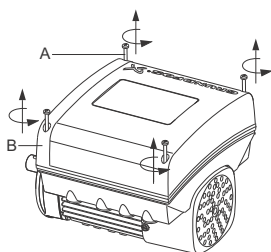

Fig. 55 Sådan afmonteres klemkassedækslet
1. Løsn de fire skruer (fig. 55, pos. A) og fjern klemkassedækslet (fig. 55, pos. B).
11. Monter klemkassedækslet (fig. 55, pos. B) og krydspænd de fire monteringsskruer (fig. 55, pos. A) med 6 Nm.